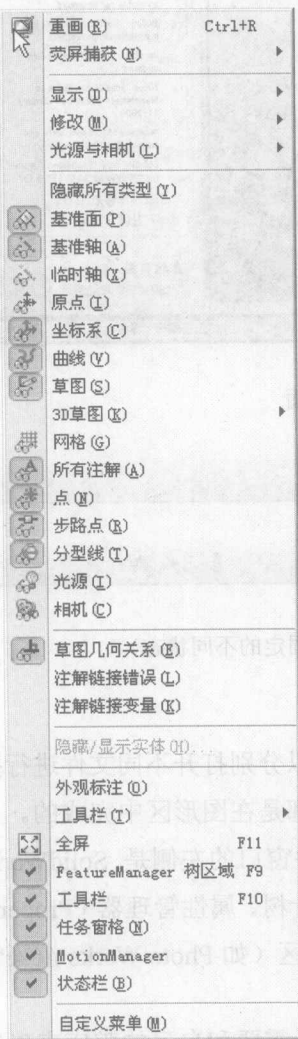
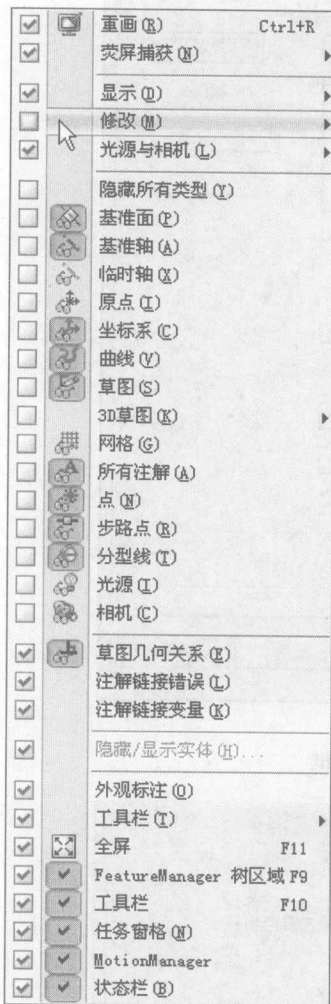
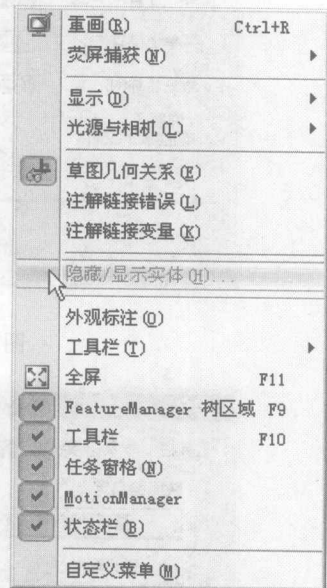
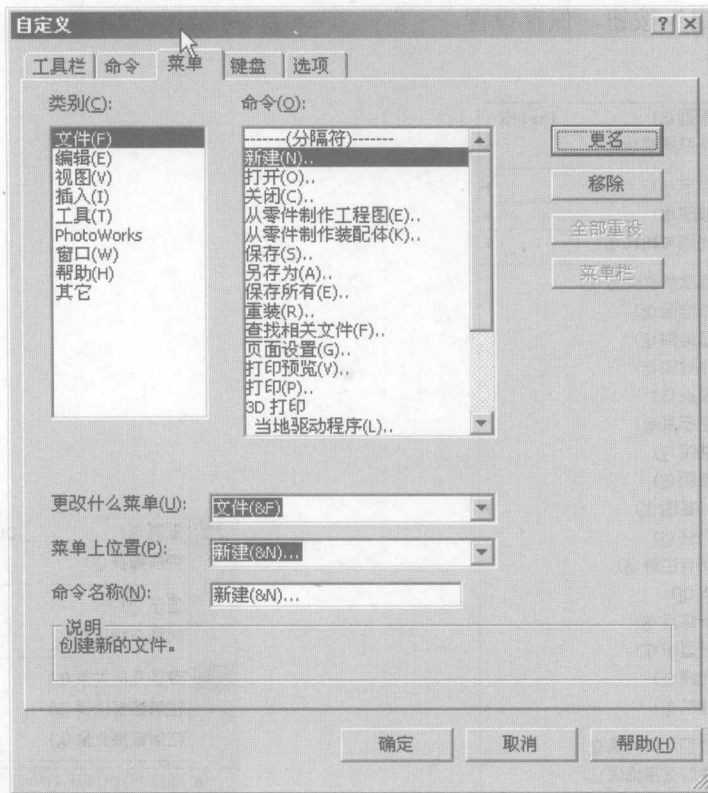

图 1-3 “视图”下拉菜单
图 1-4 自定义菜单显示状态
图 1-5 定制后的“视图”菜单
图 1-6 “自定义”对话框
① 单击需要定制的菜单，如“视图”菜单，在下拉菜单（如图 1-3 所示）中单击最下面的“自定义菜单”命令，弹出如图 1-4 所示的下拉菜单。可见，菜单中的每个命令前面都有一个白色方框，其中 为选择状态，即目前需要显示的命令；空白框 为不显示的命令。
② 如果要添加菜单项，勾选空白复选框；如果要删除菜单项，不勾选所选复选框。
③ 单击菜单外的任一处或按 <Enter> 键，保存所做的更改；要取消更改，按 <Esc> 键。定制后的“插入”菜单，如图 1-5 所示。
① 单击菜单栏中的“工具”→“自定义”命令，或右击任何工具栏（不包括命令管理器），在弹出的快捷菜单中单击“自定义”命令。
② 在弹出的“自定义”对话框中，单击“菜单”选项卡，如图 1-6 所示。单击相应的按钮来重新命名、移除或添加菜单命令。